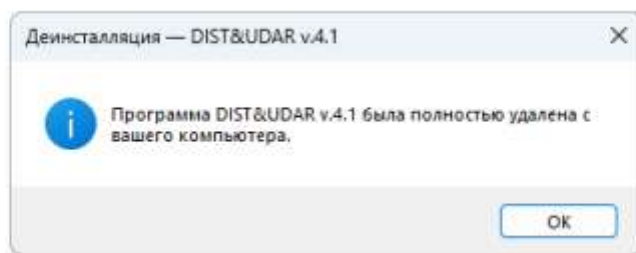

Рисунок 2.7.3 – окно информирования о завершении
3. Дождаться завершения удаления. По завершению, откроется окно с информированием о завершении удаления ПО (см. Рис. 2.7.3).